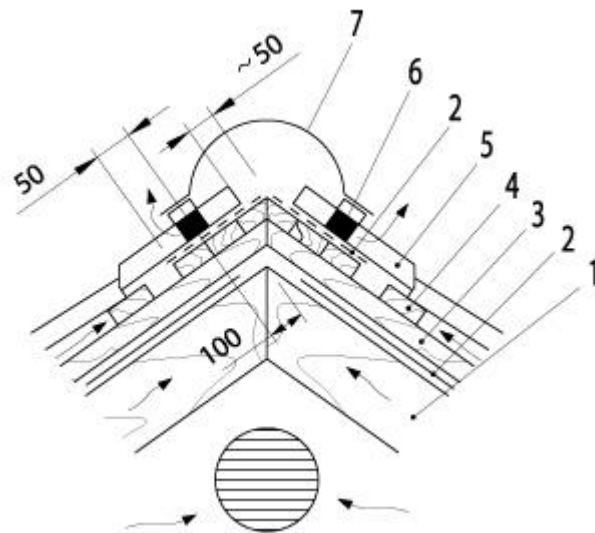

Рис. 3.9 Конструкция конька с двумя вентиляционными зазорами
Конек может быть простой, фигурный и черепичный. В месте крепления конька по обе стороны прибивают дополнительные доски обрешетки. Конструкция конька с двумя вентиляционными зазорами показана на рис. 3.9. Гидроизоляционная пленка (2), уложенная на стропильные ноги, не должна доходить до верха минимум 100 мм. Пленка, уложенная на обрешетку, должна перекрывать нижнюю пленку не менее 150 мм. При монтаже металлочерепицы листы не должны сходиться под коньком вплотную друг к другу. Желательно, чтобы лист не доходил до верха около 50 мм (рис. 3.9). Пространство под коньком должно свободно вентилироваться.